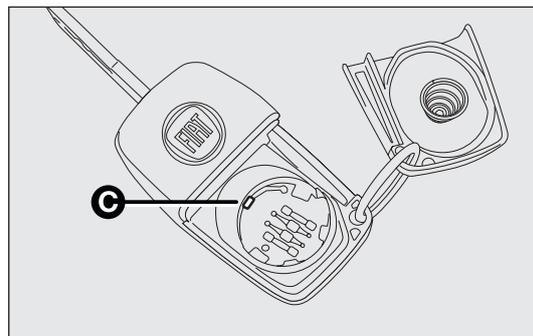

fig. 9
- la pila nueva se debe colocar debajo del diente C-fig. 9 de bloqueo; a continuación, vuelva a colocar la tapa y presiónela hasta oír el clic de bloqueo.